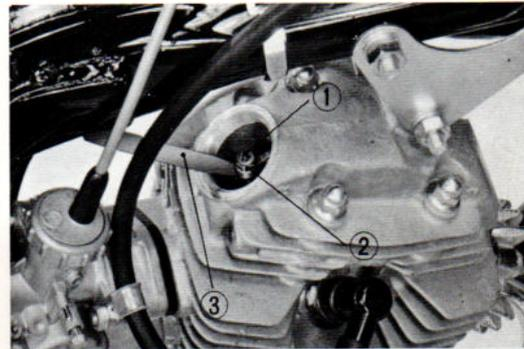

Fig. 2 Réglage des culbuteurs
- 6) Contrôler le jeu à l'aide de jauges d'épaisseur et rectifier ce jeu si nécessaire en débloquent le contre-écrou et en agissant sur la vis de réglage (fig.2).